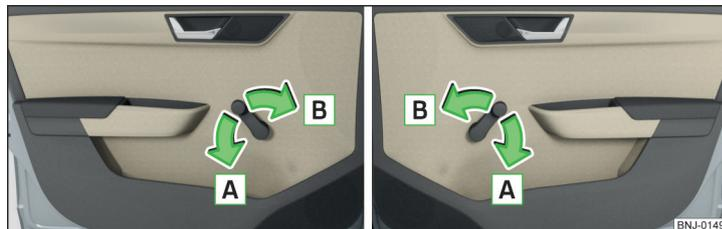

Fig. 38 Acionar o vidro: à esquerda/à direita
- » Para **abrir**, rodar a manivela no sentido da seta **A** » Fig. 38.